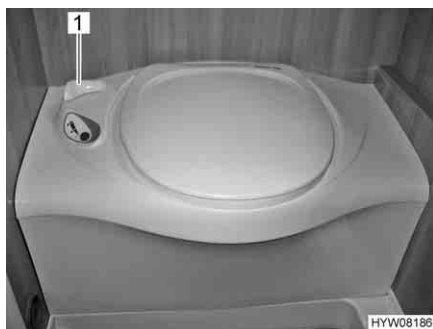

Fig. 174 Inodoro Thetford
- Antes del lavado, abrir la corredera del inodoro Thetford. Para ello, girar la palanca de corredera (Fig. 174,1) en sentido contrario a las agujas del reloj.
- Tras el lavado, cerrar la corredera. Para ello, girar la palanca de corredera (Fig. 174,1) en sentido de las agujas del reloj.